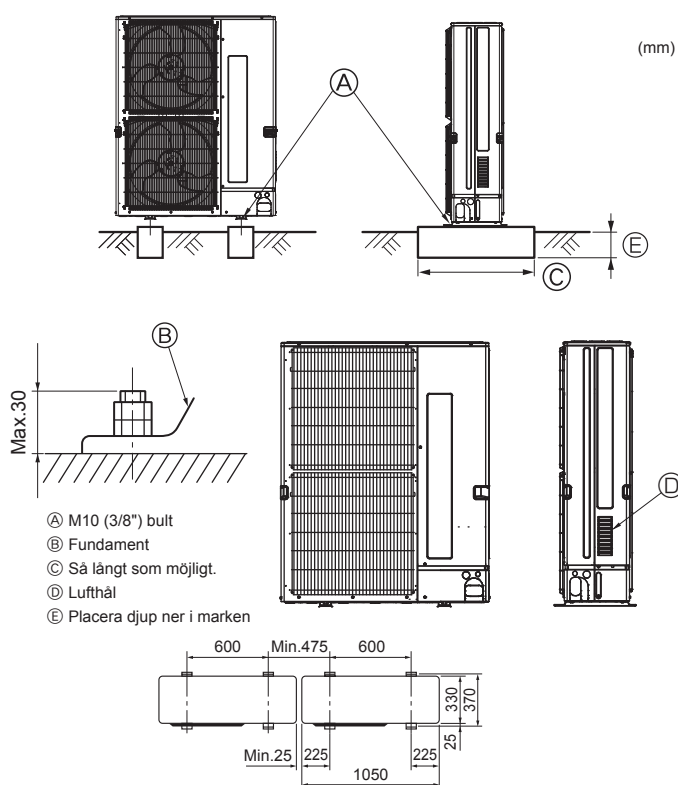

Fig. 3-1
• Se till att enheten monteras på ett stabilt och jämnt underlag för att förhindra skallrande ljud under pågående drift. (Fig. 3-1)